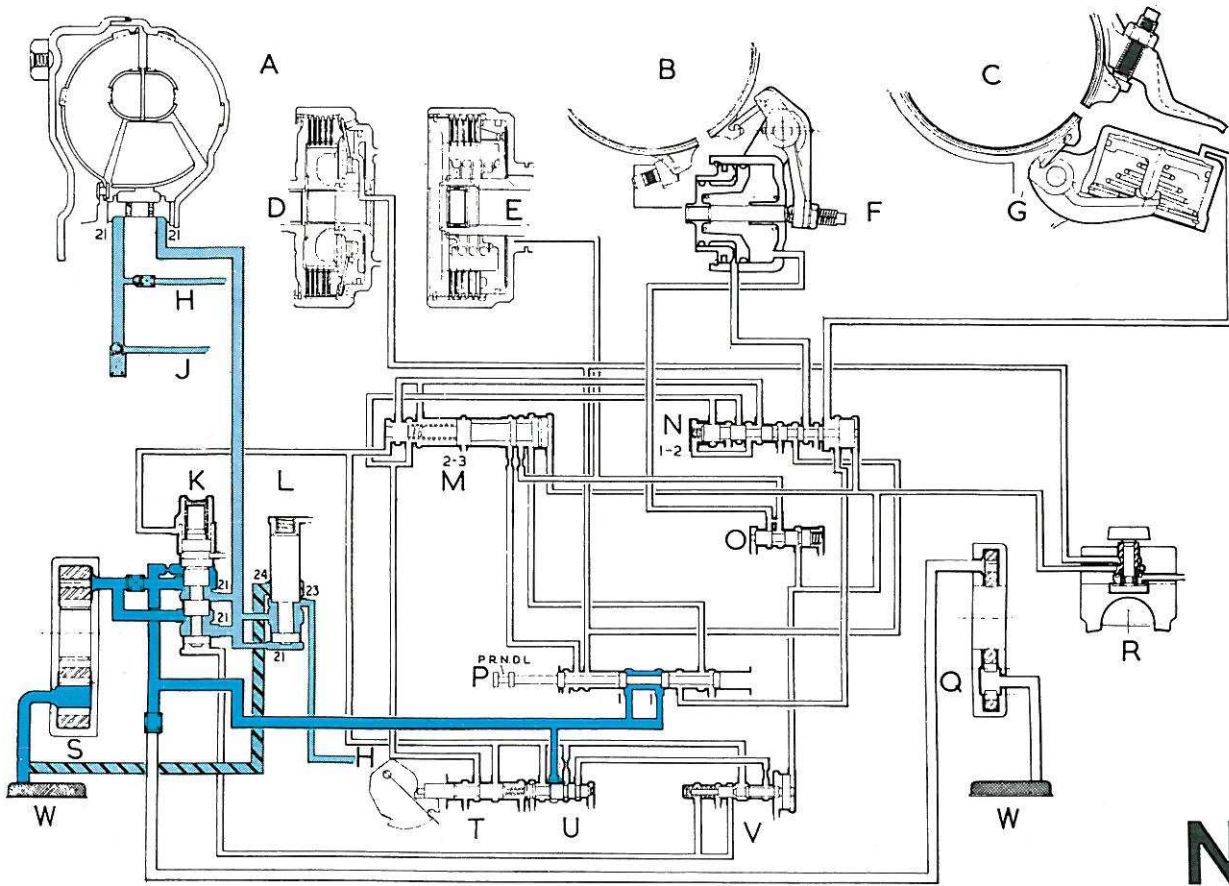

Figure 18. Circuit d'huile en position N
**Position N, voir figure 18**